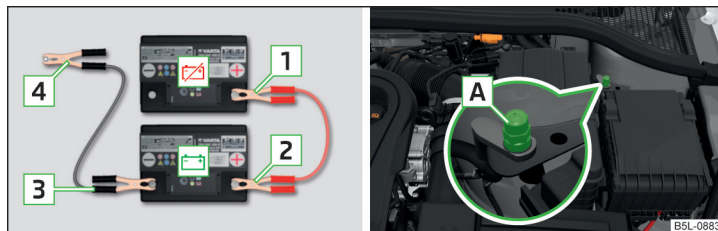

Fig. 178 Ayuda de arranque: ☹ - batería descargada, ☺ - batería que suministra corriente / punto de masa del motor en el sistema START-STOP
- En vehículos **con** el sistema START-STOP, fijar el brone **4** en el punto de masa del motor **A** » fig. 178.